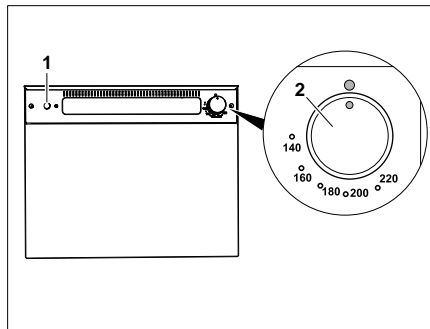

Bild 314 Gasbackofen (Thetford)
- Den Drehregler (Bild 314,2) leicht drücken und nach links auf eine beliebige Position drehen.
- Zündschalter (Bild 314,1) so oft drücken, bis die Flamme brennt.
- Den Drehregler (Bild 314,2) auf "O" drehen. Die Flamme erlischt.